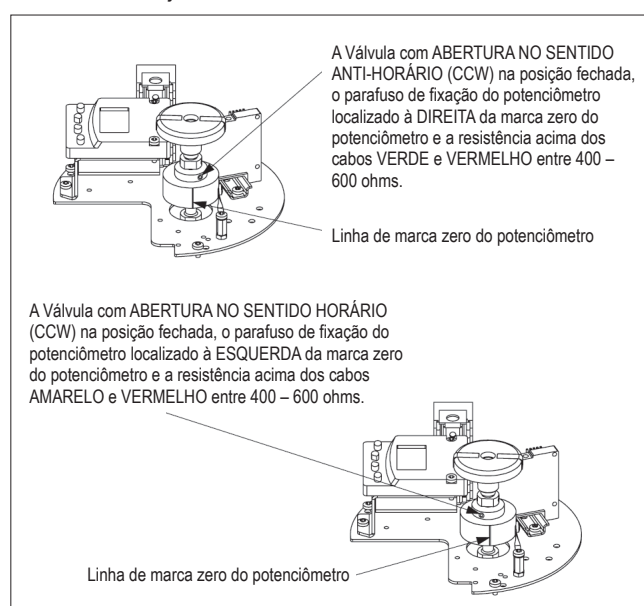
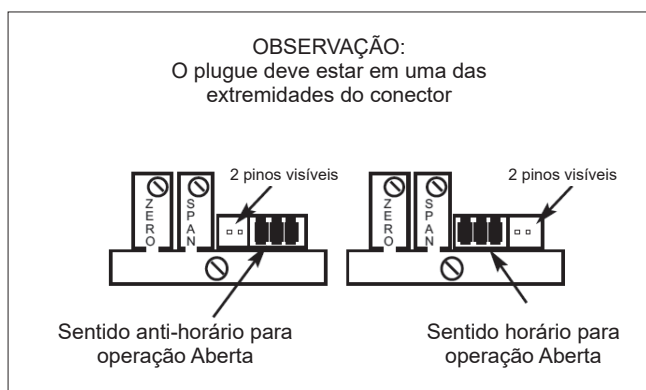

Fig. 38 Operação do potenciômetro.
Fig. 39 Ajuste do plugue para a operação do transmissor
- Ajuste o potenciômetro no ângulo correto rotacionando a seção interna (parte cilíndrica do diâmetro menor na parte superior do potenciômetro). O ângulo correto depende da orientação da operação da válvula, CCW ou CW para abrir (consulte a Fig. 38). A marca central na lateral do potenciômetro ajuda a alinhá-lo na posição inicial. Ao ajustar a orientação do potenciômetro, preste atenção se a válvula e o eixo estão estacionários na posição fechada.
- Para a posição fechada, o valor de resistência do potenciômetro deve ser ajustado entre 400- 600 ohms. Meça a resistência conectando um ohmímetro ao conector do terminal no cabo do potenciômetro. Para aplicações com abertura para a direita (CW) meça a resistência entre os cabos amarelo e vermelho, para aplicações com abertura para a esquerda (CCW) meça a resistência entre os cabos verde e vermelho.
- O cabo do potenciômetro agora pode ser conectado novamente aos pinos do terminal da placa do transmissor. O posicionamento do plugue do terminal é feito de acordo com a orientação de operação da válvula (veja a Fig. 39). O plugue sempre deve estar alinhado a uma das extremidades do terminal de cinco pinos na placa do transmissor.